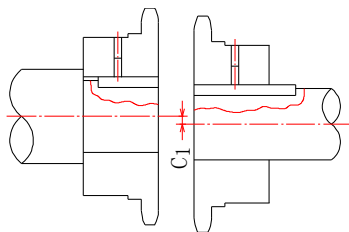

図 3. 偏心
- (3) 次に、チェーンを外し偏角を測定します。両側のカップリング面が平行であるかを検査します。図3のスプロケットの間の寸法Cを、ハブまわり 90° ごとの位置にてインサイドマイクロメータ等で測定し、その寸法の差が表1に示す許容値以下でなくてはなりません。超えていれば調整が必要です。C寸法は表2を参考にチェーンが無理なく左右に動くだけの遊びが有る事を確認してください。